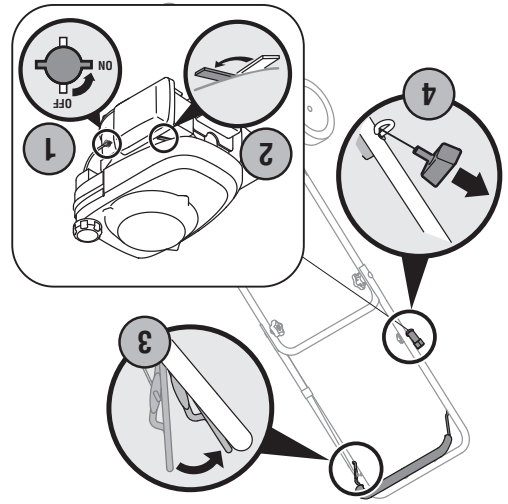

Figure 9
3. Placez-vous derrière la tondeuse et pressez la commande de la lame contre le guidon supérieur, voir la Figure 9. Le volet de départ revient lentement à la position d'origine quand la commande de la lame est actionnée. Passez rapidement au paragraphe 4 ci-dessous.
1. Placez la manette du robinet à carburant (qui se trouve sur la gauche du moteur) à la position ON (Ouvert). Voir la Figure 9.